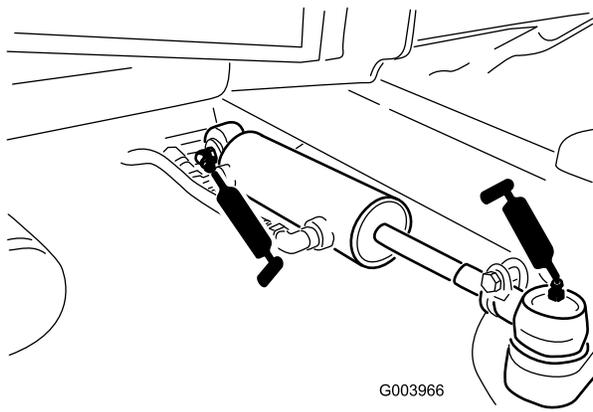

Figura 58
- Articulaciones esféricas del cilindro de dirección (2) (Figura 58)